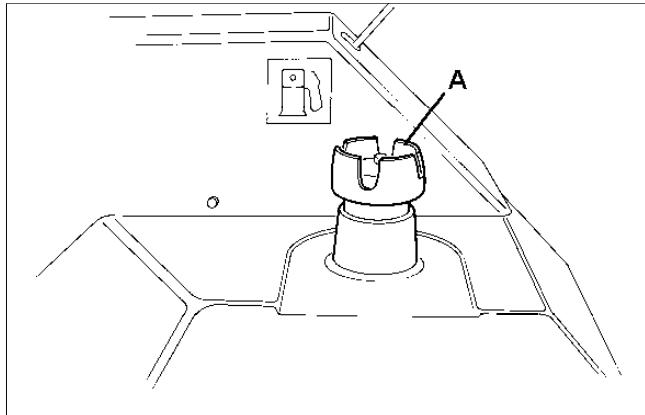
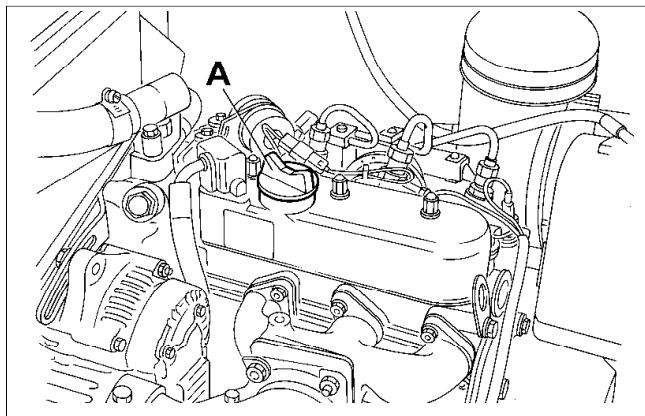
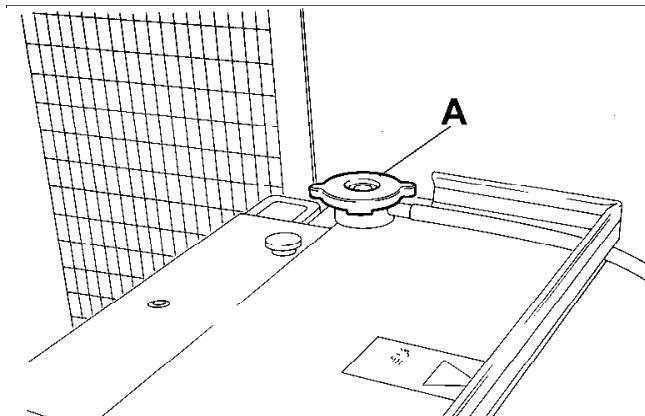
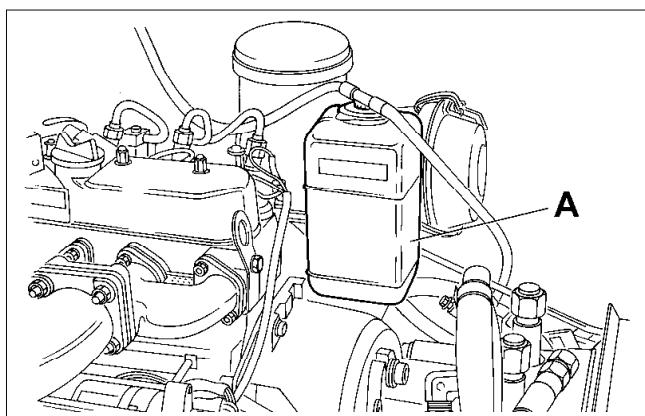

Fig.12
Fig.13
Fig.14
Fig.15
Før motoren startes, skal brændstoftanken fyldes (A Fig. 12) med diesel. Fyld motorens bundkar med olie gennem påfyldningshullet (A Fig. 13), og fyld køleren (A Fig. 14) og ekspansionstanken (A Fig. 15) med 50%-kølervæске.
- Fyld brændstoftanken (A Fig. 12) med diesel nr. 2-D (ASTM D975).
- Fyld motorbundkarret med olie med API-klassificering i CC/CD/CE-klasse gennem påfyldningshullet (A Fig. 13) (se også oversigten på side 14).
Fyld køleren (A Fig. 14) op, og fyld ekspansionstanken (A Fig. 15) halvt op med 50%-kølervæске. Kapaciteten er 4,26 liter.
Innan motorns startas måste bränsletanken fyllas med diesel, och motorsumpen (A fig. 13) kylaren (A fig. 14) och expansionstanken (A fig. 15) fyllas med en 50-procentig frostskyddsvätska.
- Fyll bränsletanken (A fig. 12) med dieselbränsle nr. 2-D (ASTM D975).
- Fyll motorsumpen med olja av kvalitet CC/CD/CE (API-klassifikation) genom påfyllningshålet (A fig. 13) (se även tabell på sid. 14).
Fyll kylaren (A fig. 14) med 50-procentig frostskyddsvätska, och även expansionstanken (A fig. 15) till hälften. Kapacitet 4,26 liter.